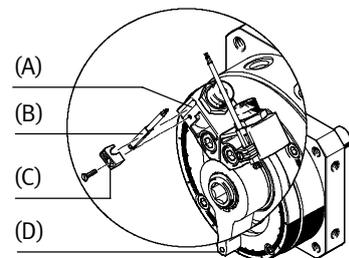
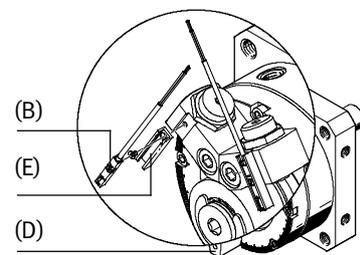

Fig. 21
Fig. 22
- Posizionare il sensore di finecorsa (B) come segue (Fig. 21, Fig. 22):